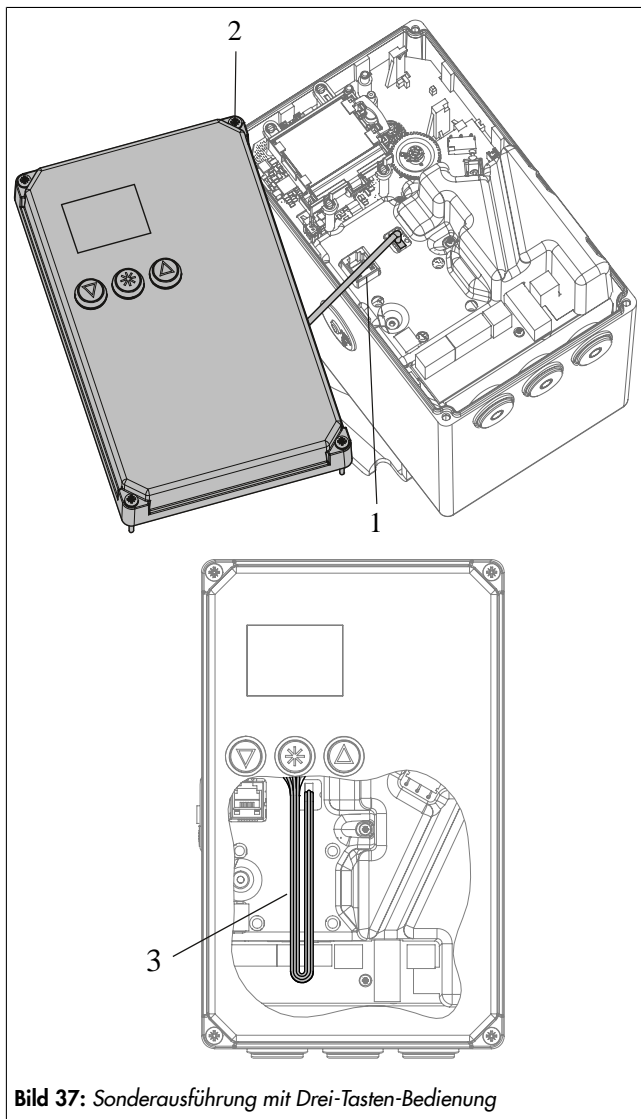

Bild 37: Sonderausführung mit Drei-Tasten-Bedienung
- ⇒ Gehäusedeckel während der Ausführung der Arbeiten entsprechend am Antriebsgehäuse befestigen (vgl. Bild 37).
⇒ Vgl. Bild 37.
- ⇒ Darauf achten, dass die Anschlussleitungen (1) des Gehäusedeckels nicht auf Zug belastet werden.
2. Gehäusedeckel in die Position nach Kap. Bild 37 bringen.
3. Deckel aufsetzen, Schraube (2) durch kurzes Linksdrehen zentrieren und leicht festziehen.
5. Schraube (2) lösen, Gehäusedeckel dabei so halten, dass die Anschlussleitungen (1) des Gehäusedeckels nicht auf Zug belastet werden.
6. Gehäusedeckel auf das Gehäuse setzen und die Anschlussleitungen wie in Bild 37 dargestellt im Gehäuse unterbringen.